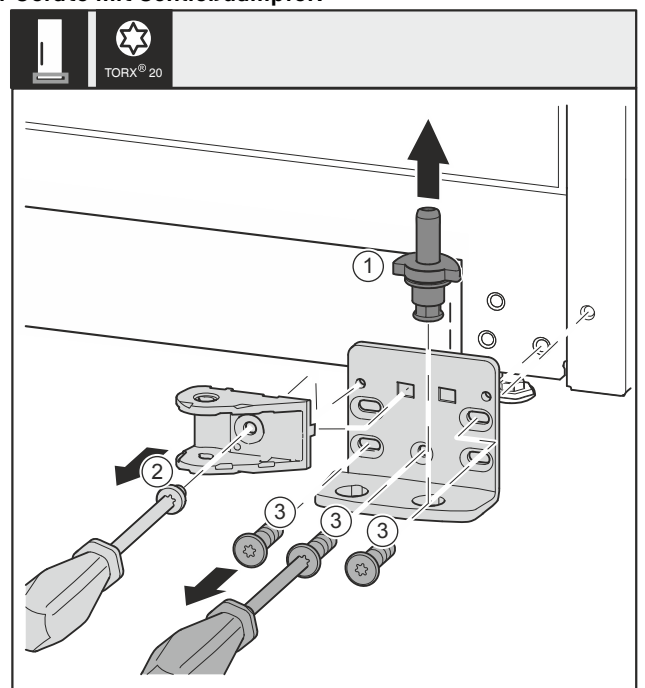

Fig. 36
- ▶ Lagerbolzen *Fig. 36 (1)* komplett nach oben herausziehen.
- ▶ Schraube *Fig. 36 (2)* mit Schraubendreher herausdrehen und Schließdämpferverbindung abnehmen.
- ▶ Schrauben *Fig. 36 (3)* mit Schraubendreher herausdrehen und Lagerbock abnehmen.